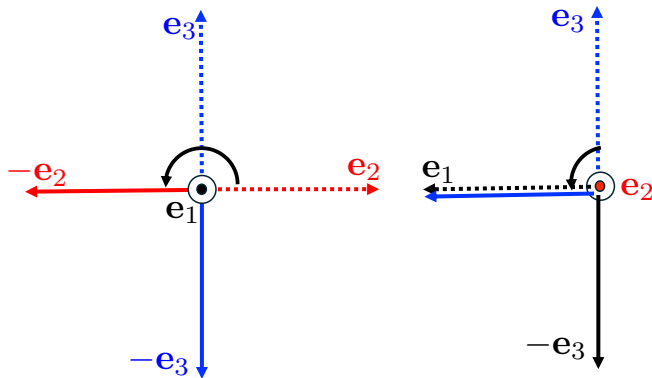

図 2: 回転操作: (左) x_1 軸まわりに π 回転させた際の単位ベクトル. (右) x_2 軸周りに $\frac{\pi}{2}$ 回転させた際の単位ベクトル.
4.3.2. 等方弾性体の Hooke の法則 (4)
- T' は T における $e_2 \rightarrow -e_2$ および $e_3 \rightarrow -e_3$ としたものである (図 2 左)
4.3.2. 等方弾性体の Hooke の法則 (6)
- x_2 軸周りに $\frac{\pi}{2}$ 回転させた T'' を考える (図 2 右). この時, T'' は基底ベクトルを $\mathbf{e}_1 \rightarrow -\mathbf{e}_3$, $\mathbf{e}_3 \rightarrow \mathbf{e}_1$ と変換したもののなので,